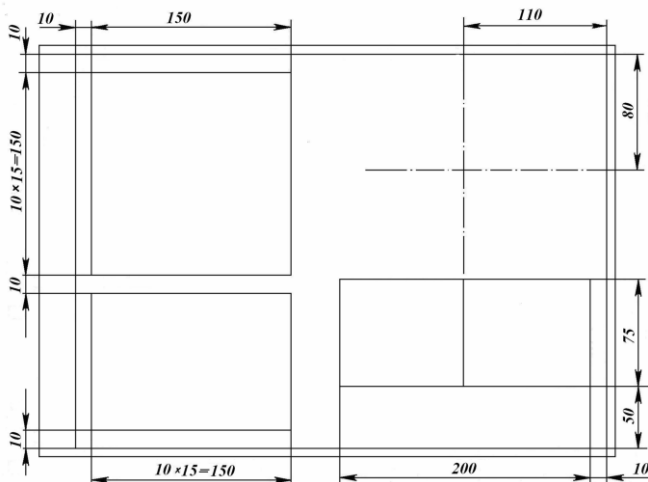

Рис.2. Выполнение разметки
2. Твердым карандашом начертите на бумаге (формат А3) рамку и оставьте место для основной надписи, сделайте разметку чертежа (рис.2).